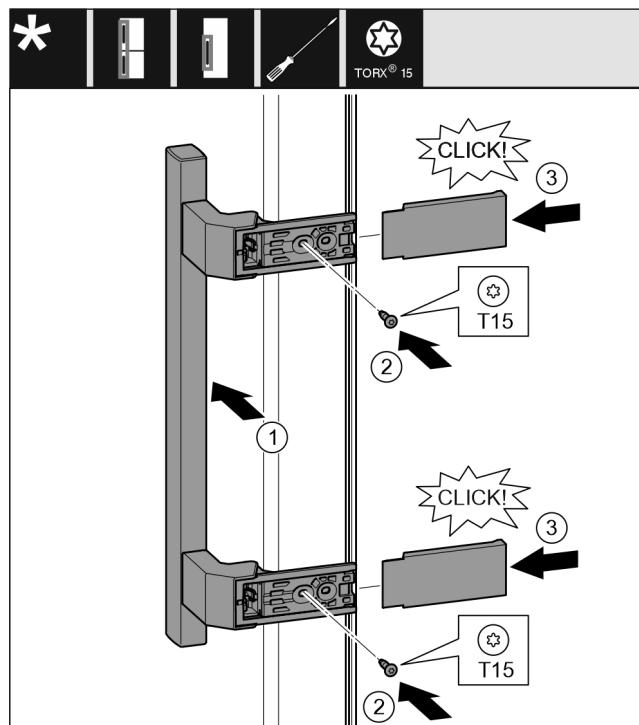

Fig. 18
- Поставете дръжката от другата страна. Fig. 18 (1)
- Затегнете винтовете с отвертка T15. Fig. 18 (2)
- Поставете отстрани капациите и ги нахлузете. Fig. 18 (3)